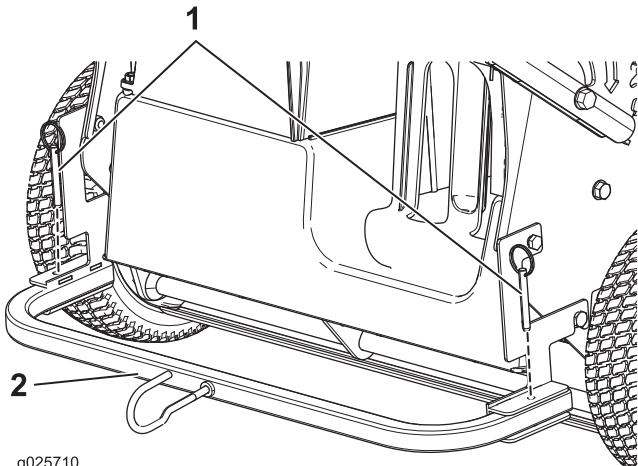

Figure 2
- Glissez le cadre dans le support en dirigeant le crochet en haut, et fixez le cadre au support au moyen de 2 goupilles élastiques (Figure 2).